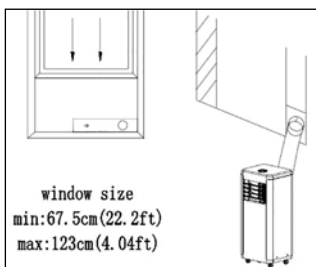

Fig. 4
- 4** Befestigen Sie den Schlauchauslass im Fensterschieber-Kit an und versiegeln Sie es (Abb. 4 und 5).